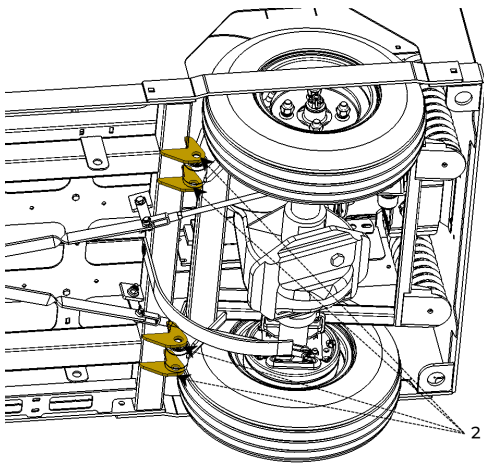

Figure 31. Supports de montage des suspensions arrière.
- Les Supports de montage des suspensions arrière (2) (voir Figure 31).